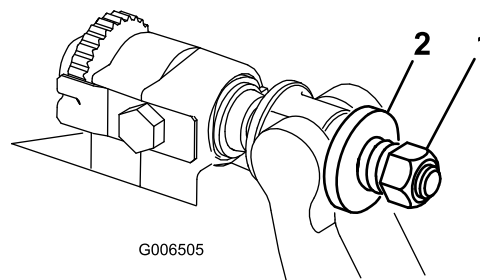

Figure 37
4. Serrez l'écrou de tension du ressort jusqu'à ce que les spires soient jointives, puis desserrez-le de 1/2 tour (Figure 37).